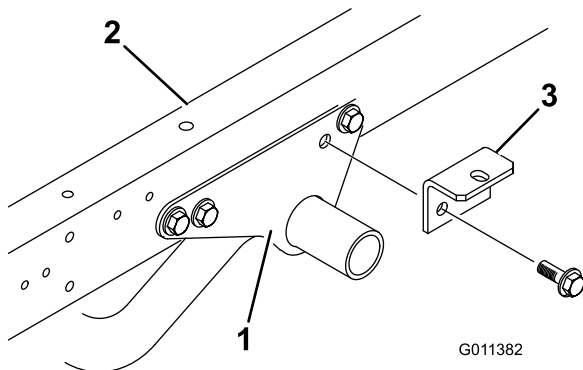

Figura 5
1. Remova os (2) parafusos de cabeça flangeada e as porcas de bloqueio flangeadas fixando a parte de trás de cada suporte de montagem do chassis do motor a cada lado do chassis do veículo (Figura 5).
2. Fixe sem apertar um suporte de acessórios a cada suporte de montagem do chassis do motor e chassis do veículo com os (2) parafusos de cabeça flangeada e porcas de bloqueio flangeadas previamente removidos (Figura 5).